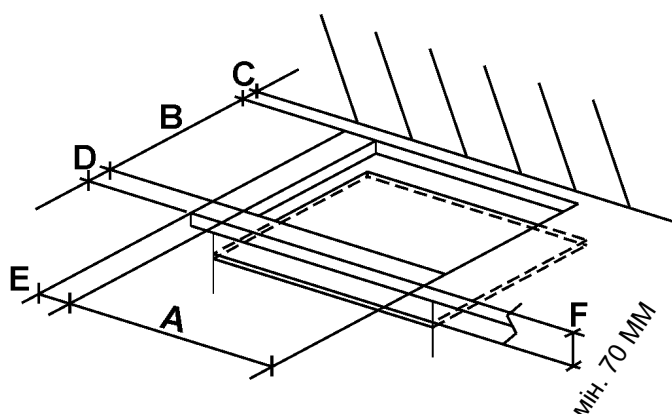

Рис. 7
Деталі упаковки (картон, пластикові мішки, пінопласт тощо) не слід залишати в місцях, доступних для дітей, оскільки вони являють собою потенційне джерело небезпеки. На поверхні робочого столу слід зробити прямокутний отвір для вбудовування варильної поверхні, розміри якого наведено на рис. 7.
Попередньо слід перевірити відповідність мінімальних допусків між поверхнею, бічною та задньою стінками. Підвісні полиці або витяжки слід встановлювати на висоті щонайменше 650 мм від поверхні приладу (див. рис. 7 і 8).
- Щоб уникнути будь-яких порушень у роботі плати, помістіть дерев'яну панель (роздільник) під плиту, встановлену на робочій поверхні, на відстані 70 мм від нижньої частини дошки та пригвинтіть її гвинтами (рис. 7). Панель має бути встановлена таким чином, щоб її можна було зняти в будь-який час і вставити на диск.